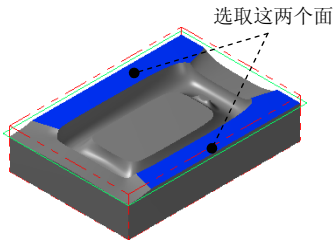

图 23.20 选取干涉面
(3) 单击 **干涉面** 区域中的  按钮，选取图 23.20 所示的面为干涉面，然后按 **Enter** 键。
(4) 单击  按钮，完成加工区域的设置，同时系统弹出“曲面精加工平行铣削”对话框。